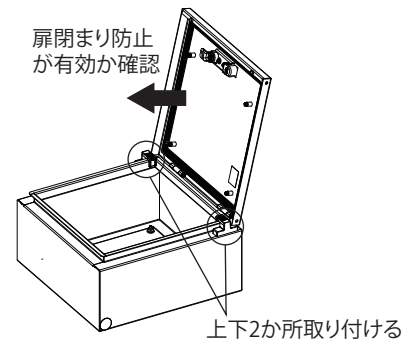

図10 取付図
- ドアステーを上下2か所に取り付けた後、扉(ドア)を軽く閉め扉閉まり防止が有効であることを確認してください。(図 10) 両扉の場合も、取付位置は蝶番側の上下2か所となります。